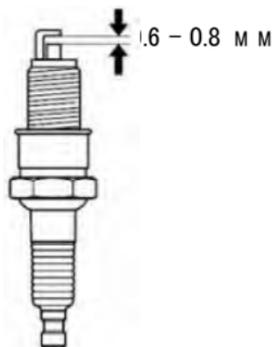

Рисунок 6. Межэлектродный зазор свечи зажигания.
Моторное масло с вязкостью BAE 10W-40 рекомендуется для использования в полном диапазоне температур. Моторное масло других вязкостей могут быть выбраны в соответствии с фактической средней температурой окружающей среды и информацией, показанной на графике, Рисунок 6.
5. Закрутите сливную пробку (1) в картер.
6. Заправьте моторное масло рекомендованного типа до верхней отметки на щупе, Рисунок 6.